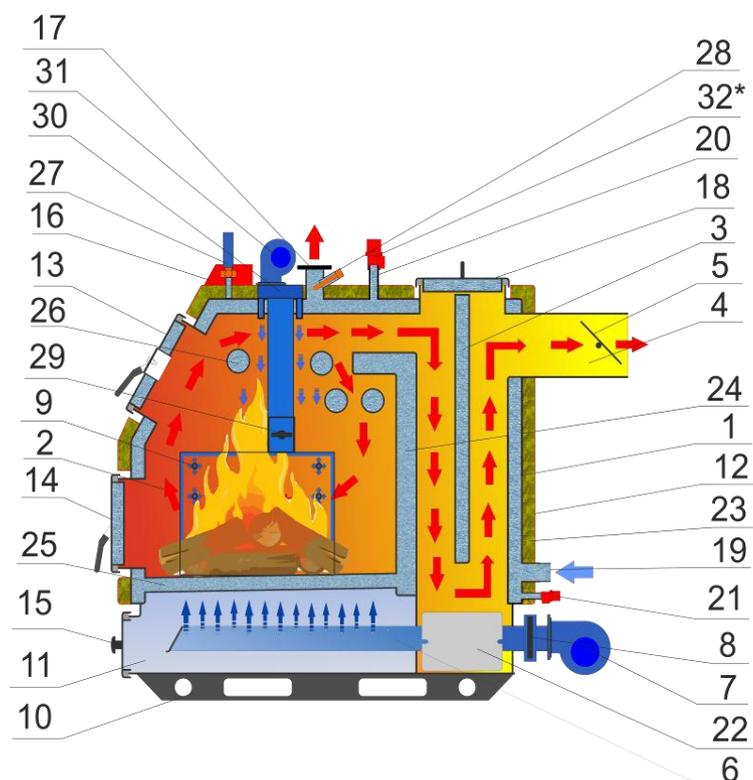

Рис.2 Строение котла «Ретра-3М»
**3.1** Котел выполненный в виде герметически сваренного теплообменника прямоугольной формы со скосом впереди (см. Рис.2) и состоит из следующих основных частей: конвективно-контактного стального теплообменника 1 с камерой сгорания (топкой) 2, которая охлаждается водой, прямой перегородки 3, дымохода 4 с поворотным шибером газохода 5, коллектора 6, который вместе с вентилятором 7 и шибером регулирования воздуха 8 составляют систему подачи первичного воздуха. Система подачи вторичного воздуха состоит из вентилятора 31, из верхних и боковых коллекторов подачи и распределения воздуха 9, 29 и шиберов регулировки подачи воздуха 30. В нижней части котла находится камера поддувала 11, которая одновременно выполняет функцию камеры накопления золы. Котел установлен на лыже 10.
**3.2 Принцип работы котла** (см. Рис.2). Вода из системы теплоснабжения поступает в котел через патрубок обратки 19, растекается по всем внутренним пустотам теплообменника и через его металлические стенки отбирает тепло от топлива, которое горит (контактным способом в топке), и от газообразных продуктов сгорания (конвективным способом в других частях теплообменника). Нагретая вода через патрубок подачи 17 поступает в систему теплоснабжения.